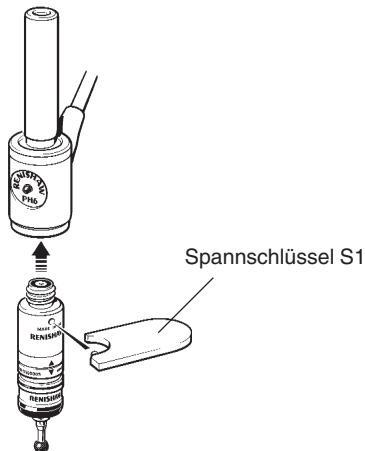

Abbildung 20 – Anbau eines taktil schaltenden KMG-Messtasters an einen manuellen Tastkopf (PH6 im Beispiel)
Befestigen Sie einen taktil schaltenden KMG-Messtaster mit M8-Gewinde bzw. mit Autoaufnahme wie nachstehend beschrieben (siehe Abbildung 20):
2. Setzen Sie den Spannschlüssel S1 (im Lieferumfang) wie in Abbildung 20 gezeigt am taktil schaltenden Messtaster an.